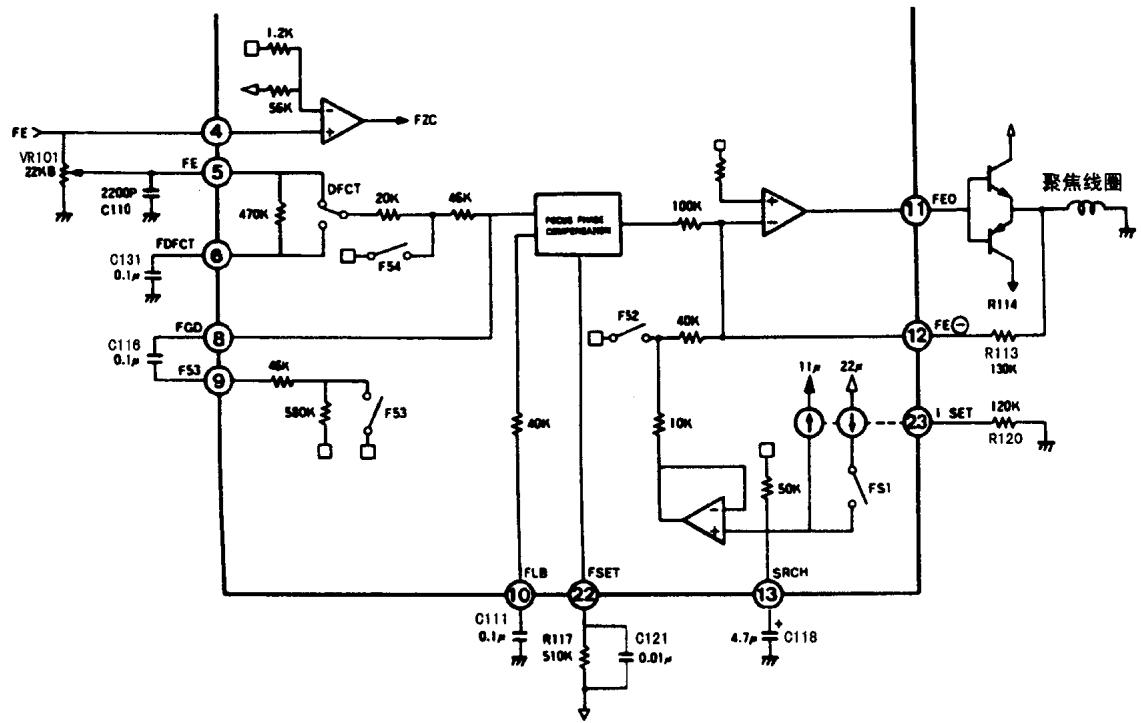

图 1.1.5 聚焦线圈驱动电路
是把 IC101 ⑯脚输出的误差电压，经过放大后，来控制聚焦线圈中的电流流向，使激光头的透镜向上或向下移动，达到聚焦的目的。其电路如图 1.1.5 所示。工作过程为：IC101 ⑯脚输出的聚焦误差 (FE) 电压，经电阻 R110 并经 VR101 调节后，加至 IC102 (CXA1372AS) ⑤脚 (VR101 为聚焦增益调节电位器)，进入 IC102 内部的 FZC 控制 (聚焦零点控制) 电路。聚焦误差电压在 IC102 内部经比较放大后，从⑪、⑫脚输出控制信号加至 IC210 (KA9258D) ⑮脚，IC210 为聚焦线圈驱动电路。驱动电压由 IC210 ⑯脚输出，经插件 PN102，聚焦线圈 FAC 后，加至 IC210 ⑯脚，完成聚焦线圈驱动动作。